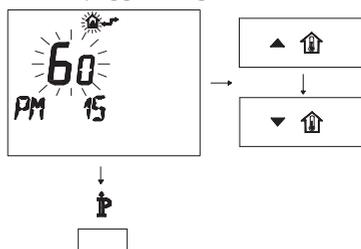

Figura 5.32
- Modificare il SET programmato agendo sui pulsanti **▲** o **▼** fino a visualizzare un **set di 60**, aspettare che il numero programmato cominci a lampeggiare (Figura 5.32).